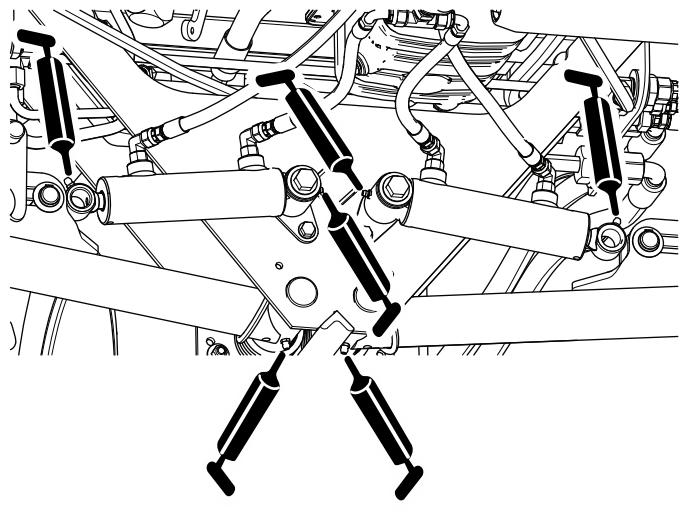

Figura 47
- Pivotes y cilindros de elevación de los brazos de elevación traseros (3 en cada lado); consulte Figura 47.